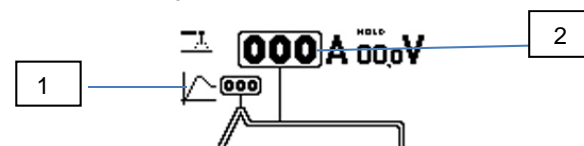

Fig.4
- OPZIONE DI HOT START (fig. 4, rif.1)
- CORRENTE DI SALDATURA (fig. 4 rif. 2)